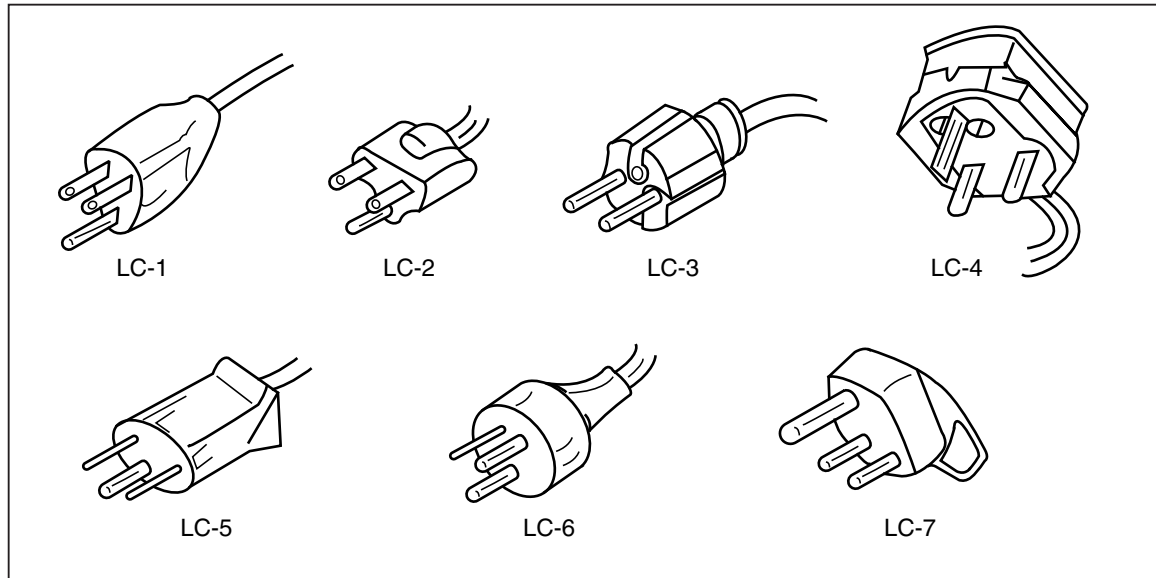

Figura 3. Tipos de cable de alimentación de alto voltaje disponibles de Fluke
3. Conecte el cable de alimentación eléctrica a un enchufe de tres clavijas correctamente conectado a tierra. Consulte la figura 3 para conocer los tipos de cable de alimentación de alto voltaje disponibles de Fluke. Consulte la tabla 4 para conocer descripciones de los cables de alimentación de alto voltaje.